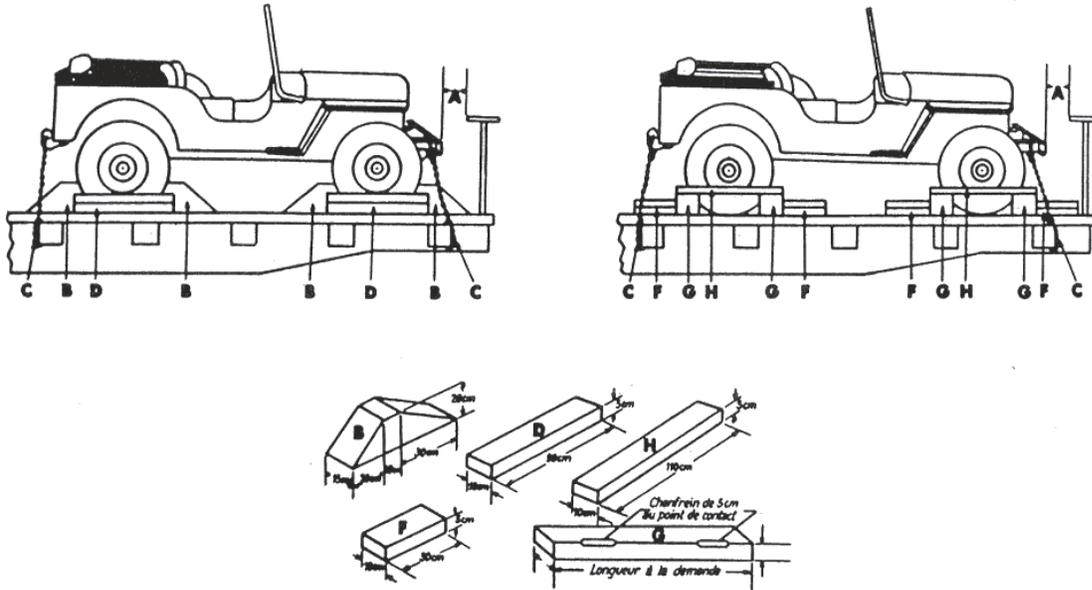

Figure 95. — Calage et arrimage du véhicule en vue de son expédition par voie ferrée
1) Première méthode (fig. 95).
2) Deuxième méthode (fig. 95).